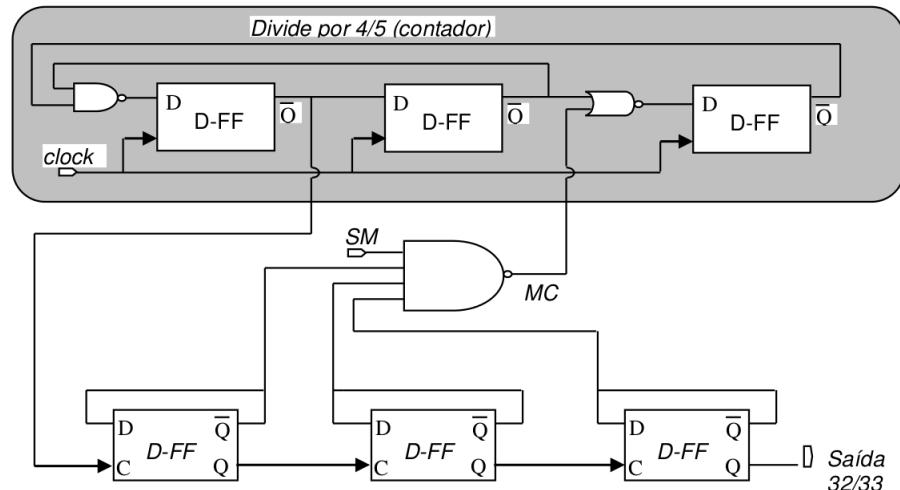

Figura 10: *Prescaler 32/33*
**13.** Considere agora o circuito da **Figura 10**.